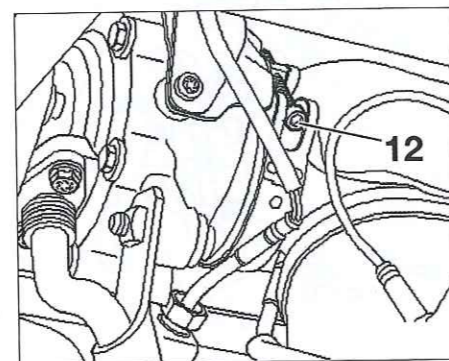

Fig. 48
- Aflojar la abrazadera (12) situada entre el filtro de partículas y el turbocompresor (Fig.48).